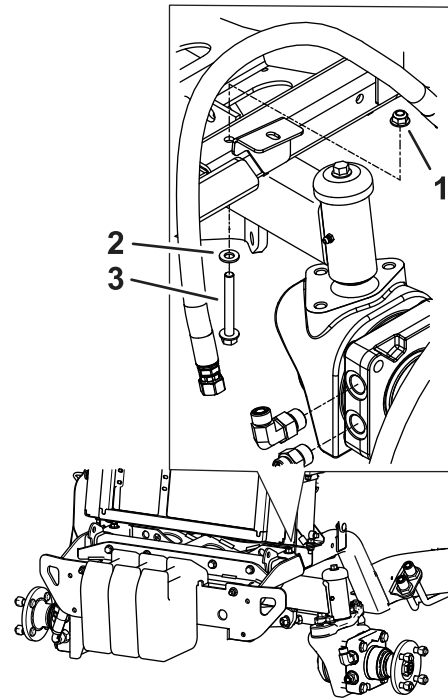

Figure 6
10. Sous le radiateur, retirez l'écrou et le boulon existants qui fixent le support de butée (Figure 6).